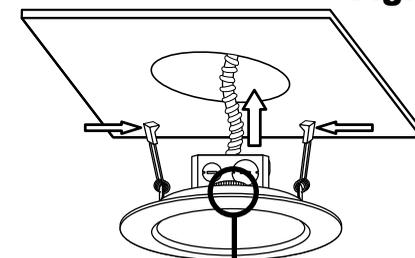

Fig. 4
5. Ajuste el color de temperatura con el interruptor. [Fig. 4]